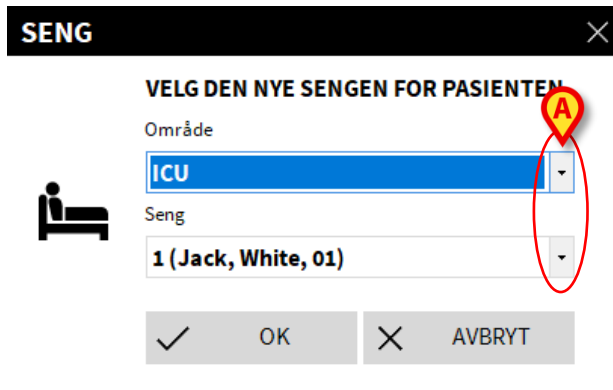

Fig 70
Følgende vindu åpnes (Fig 70).
- Bruk pilknappene (Fig 70 **A**) for å velge sengen pasienten skal overflyttes til.